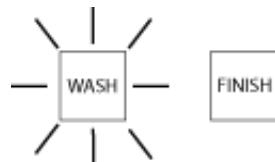

Fig.17
- 6- Attendez la fin du cycle jusqu'à ce que la touche "C" cesse de clignoter. Ouvrir la porte et enlever le panier. (Fig.17)